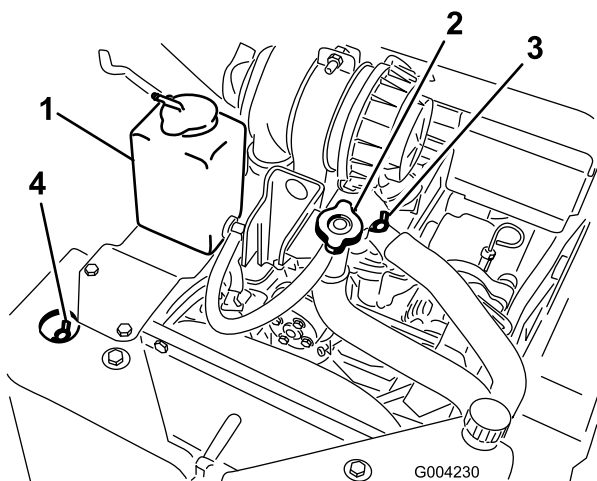

Bild 21
- A. Nehmen Sie den Verschlussdeckel ab (Bild 21).
- B. Öffnen Sie das vordere und obere Entlüftungsventil für das Kühlmittel (Bild 21).
- C. Füllen Sie Kühlmittel in den Einfüllstutzen ein, bis das Kühlmittel aus dem vorderen Entlüftungsventil für das Kühlmittel tritt (Bild 21).
- D. Schließen Sie das vordere Entlüftungsventil für das Kühlmittel (Bild 21).
- E. Füllen Sie Kühlmittel in den Einfüllstutzen ein, bis das Kühlmittel aus dem oberen Entlüftungsventil für das Kühlmittel tritt (Bild 21).
- F. Schließen Sie das obere Entlüftungsventil für das Kühlmittel (Bild 21).
- G. Füllen Sie Kühlmittel in den Einfüllstutzen, bis der Kühlmittelstand am Einfüllstutzen liegt (Bild 21).
- H. Setzen Sie den Verschlussdeckel auf (Bild 21).
- I. Füllen Sie Kühlmittel in das Ausdehnungsgefäß, bis der Stand an die Voll-Linie an der Seite des Behälters liegt (Bild 21).